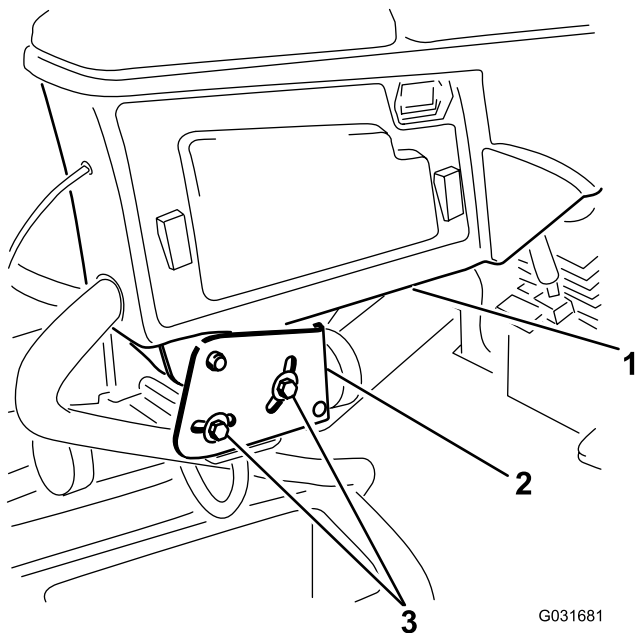

図3
1. コントロールアームをリテーナブラケットに固定している2本のボルトをゆるめる **図3**。